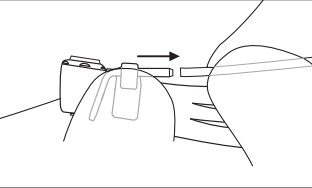

図12
- 注水ノズルを押さえた状態で注水チューブを平行に引き抜いてください。（図12）